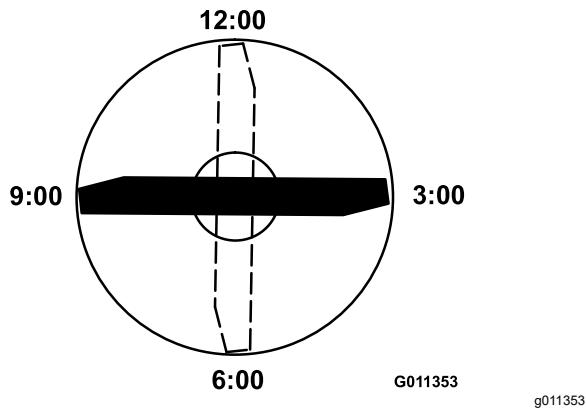

Рисунок 74
прямо по направлению скашивания) (Рисунок 74) и измерьте высоту от стола до режущей кромки ножа.
- 5. Поверните отмеченный конец ножа в положения «3 часа» и «9 часов» (Рисунок 74) и измерьте значения высоты.